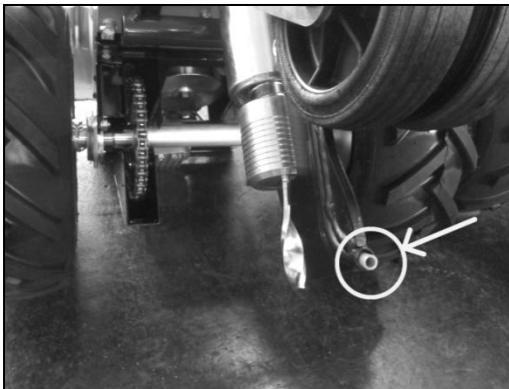

fig. 2
- Verificați integritatea orificiului de ieșire a firului de perimetru din ghidajul pentru cabluri (pentru alimentare) (fig. 2). Verificați în special integritatea tubului flexibil din interiorul ghidajului pentru cabluri. Dacă este deteriorat, trebuie înlocuit. De asemenea, verificați să nu existe tăieturi pe marginea orificiului ghidajului pentru cablu, și că nu prezintă muchii ascuțite sau zimțate. Dacă este deteriorat, înlocuiți ghidajul pentru cablu.